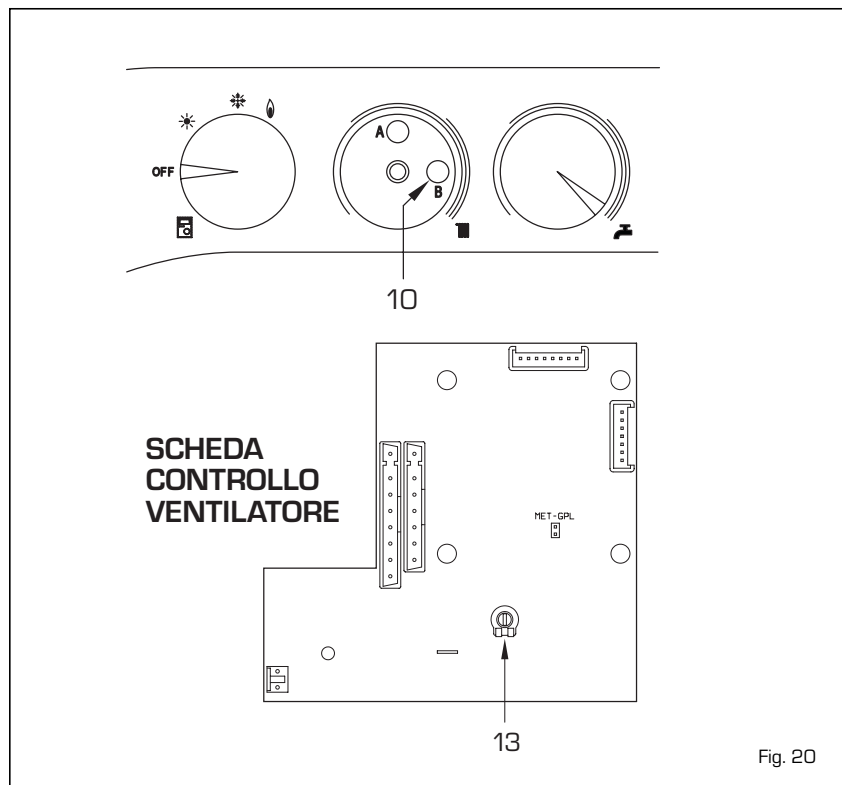

Fig. 20
- Estrarre la manopola del potenziometro riscaldamento e ruotare il trimmer di regolazione "B" (10 fig. 20) prima completamente verso sinistra e poi verso destra per ottenere il valore di pressione gas indicato in **Tabella 6**.
- Agire sul trimmer "Rapporto aria/gas" (13 fig. 20) per ottenere il valore di  $\Delta P$  aria indicato in **Tabella 6**.